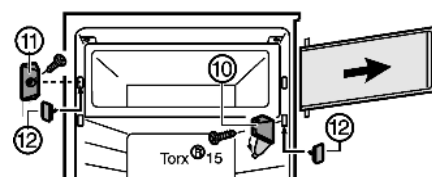

Fig. 6\*
- ▶ Зніміть кришку на опорному кронштейні Fig. 6 (10).\*
- ▶ Відкрутіть опорний кронштейн Fig. 6 (10) з дверцятами камери.\*
- ▶ Відкрутіть замок Fig. 6 (11).\*
- ▶ Закрийте звільнені отвори кришкою Fig. 6 (12), що входить у комплект.\*